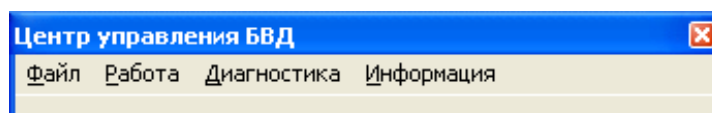
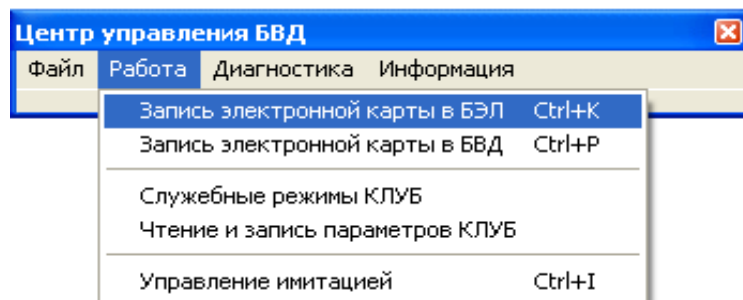

Рисунок 2.69
Рисунок 2.70
- в) в появившемся окне (рисунок 2.69) в выпадающем списке меню «Работа» выберите «Запись электронной карты в БЭЛ» (рисунок 2.70);
б) в выпадающем списке меню программы «BvdShell» «Работа» выберите «Запись электронной карты в БВД» (рисунок 2.70);